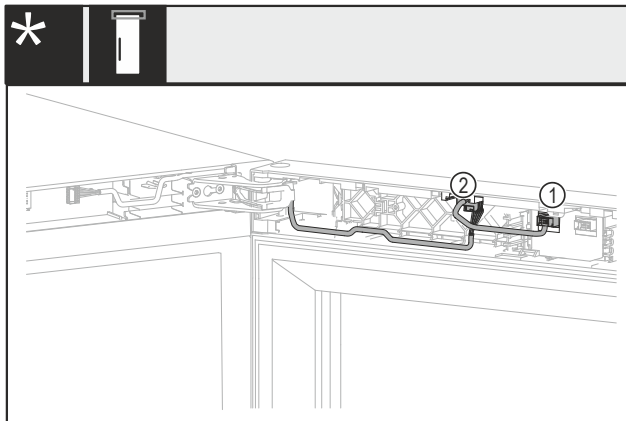

Fig. 19 Bez zamka lub z zamkiem mechanicznym*
- ▶ Wyciągnąć wtyczkę Fig. 19 (1).*
- ▶ Wyciągnąć wtyczkę Fig. 19 (2).*